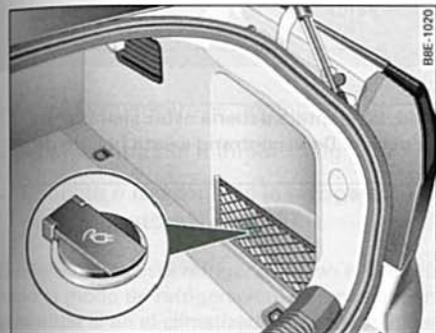

Fig. 116 Detalle del revestimiento lateral del maletero: Toma de corriente de 12 voltios
- Eleve la tapa de la toma de corriente ⇒ fig. 116.